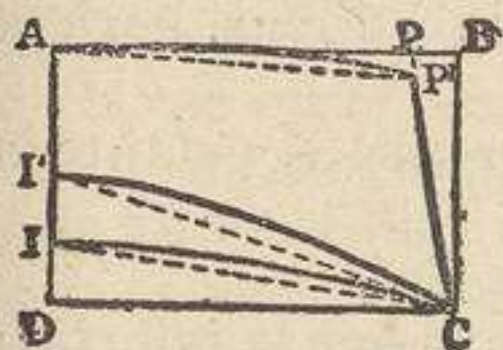

Fig. 104 ( $\frac{1}{10}$  del tamaño real).—Cuello.
**Rectángulo ABCD.**—Se traza un rectángulo ABCD (fig. 104) cuya altura sea 12 cms. y cuyo ancho sea la quinta parte de la circunferencia del pecho.